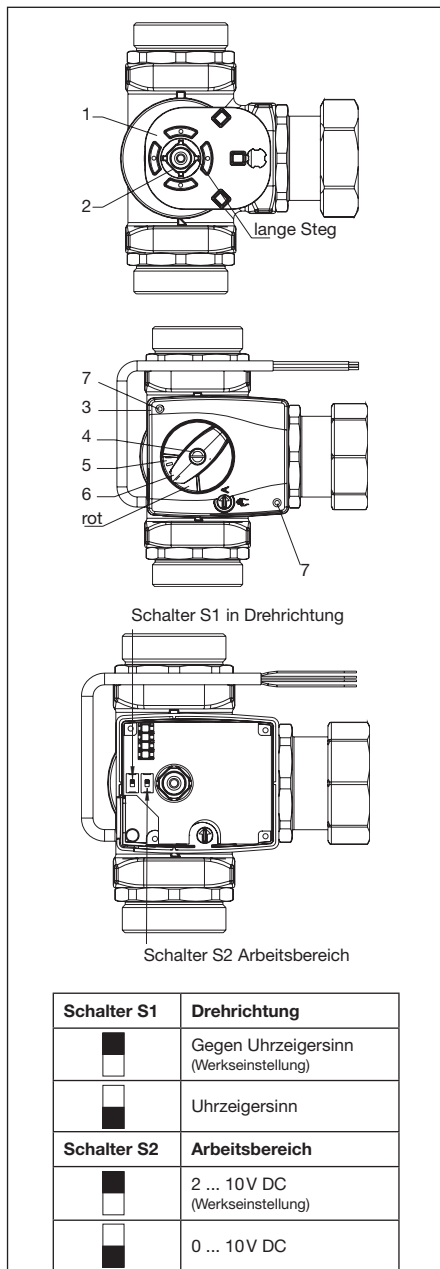

Abb. 5.2 Montage 3-Wege-Mischhahn DN40 / DN50
- Verdreh Sicherung (1) gemäß Abb. 5.2 auf den Mischer legen.
- Adapter (2) bis zum Anschlag auf das Mischerkücken stecken. Abflachung beachten!
- Mischerantrieb (3) auf das Mischerkücken mit Adapter und Verdreh Sicherung setzen.
- Drehrichtungsanzeige (5) mit Pfeilmarke im roten Bereich (Linksanschlag) auf die Mischerantriebswelle stecken.
- Schraube (4) mit Fächerscheibe einstecken und mit einem Drehmoment von 5 Nm anziehen.
- Schrauben (4, 7) gemäß Abb. 5.2 lösen und Gehäusedeckel öffnen